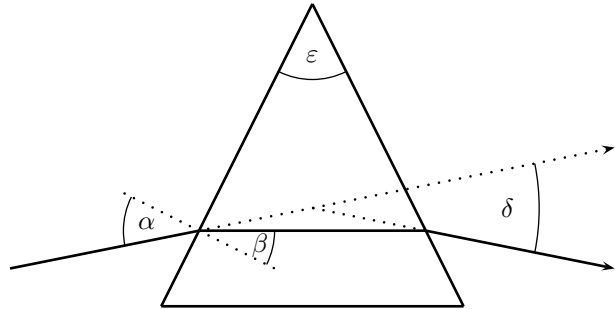

Abbildung 1. Strahlengang am Prisma
Im Folgenden soll die Brechung eines sonst in Luft ($n_{Luft} = 1$) verlaufenden Lichtstrahls an einem Prisma der Brechzahl n betrachtet werden (Abb. 1). Zur Vereinfachung wird ein symmetrischer Strahlengang durch das Prisma angenommen, welcher sich durch eine minimale Winkelablenkung δ auszeichnet. Beim Lichteintritt in das Prisma wird der Strahl gerade um $\delta/2$ gebrochen, so dass $\alpha = \delta/2 + \beta$ gilt. Mit $\beta = \varepsilon/2$ folgt mit dem Brechungsgesetz (2)